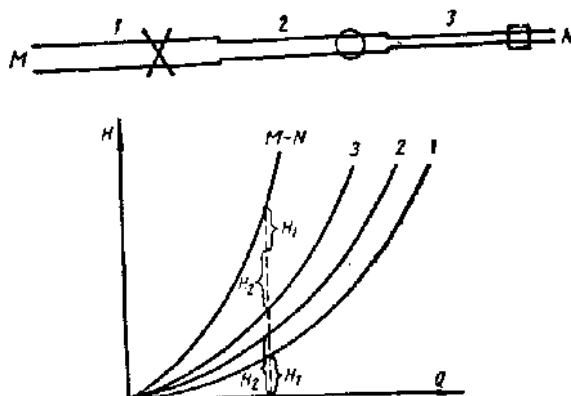

Figure 2.4- Caractéristique d'une conduite mixte.
- **Conduites mixtes:** Dans une telle conduite (Fig.2.4), le débit qui passe à travers chaque trançon sera le même et que la perte de charge totale sera égale à la somme des pertes de charge qui naissent dans chaque trançon.